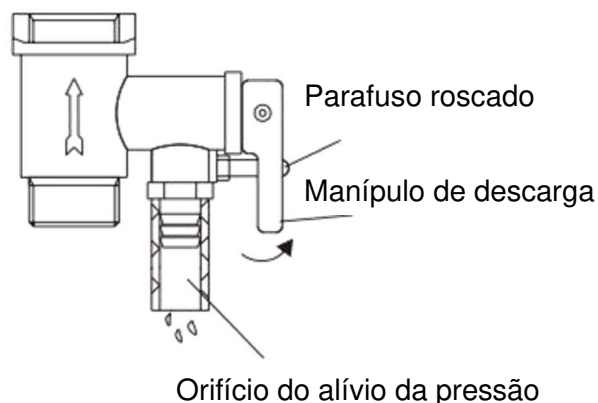

Fig.2
- (5) **Na primeira utilização (ou na primeira utilização após manutenção ou limpeza), o acumulador não pode ser ligado até estar completamente cheio de água. Durante o enchimento, pelo menos uma das válvulas de saída deve estar aberta para permitir a saída de ar. Esta válvula pode ser fechada depois de o acumulador estar completamente cheio de água.**
- (6) Durante o aquecimento, podem pingar gotas de água do orifício de alívio da pressão da válvula de segurança unidirecional. É um fenómeno normal. Caso saia uma grande quantidade de água a pingar, contacte um técnico qualificado para reparar. Este orifício de alívio da pressão não deve ser bloqueado em nenhuma circunstância; caso contrário, o acumulador pode ser danificado, podendo resultar em acidentes perigosos.
- (7) O tubo de descarga ligado ao orifício de alívio da pressão deve estar orientado para baixo.
- (8) Visto que a temperatura da água no interior do acumulador pode atingir os 75 °C, a água quente não deve ser orientada para o corpo humano quando utilizada pela primeira vez. Regule a água para uma temperatura adequada para evitar escaldões.
- (9) Para drenar a água da cuba interna, pode fazê-lo a partir do orifício de saída (rode o parafuso roscado do orifício). Também pode fazê-lo pela válvula de segurança unidirecional (rode o parafuso roscado da válvula de segurança unidirecional e levante o manípulo). (ver fig.2)
- (10) Se o cabo de alimentação estiver danificado, deve ser utilizado um cabo de alimentação fornecido pelo fabricante e a sua substituição ser feita por um técnico qualificado.
- (11) Se qualquer peça ou componente deste acumulador de água termoelétrico estiver danificado, contacte um técnico qualificado para proceder à reparação e utilize as peças sobressalentes e componentes fornecidos pela nossa empresa.